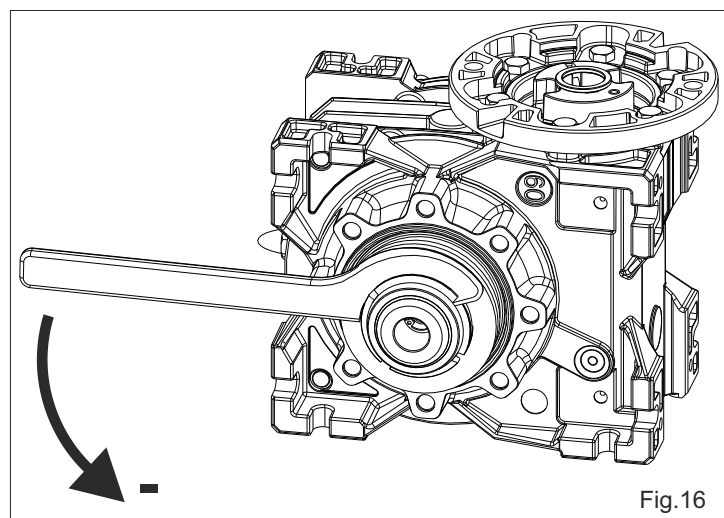

Fig. 16
- Pour **diminuer** le couple, tourner la clé **en sens inverse des aiguilles d'une montre** (Fig.16).